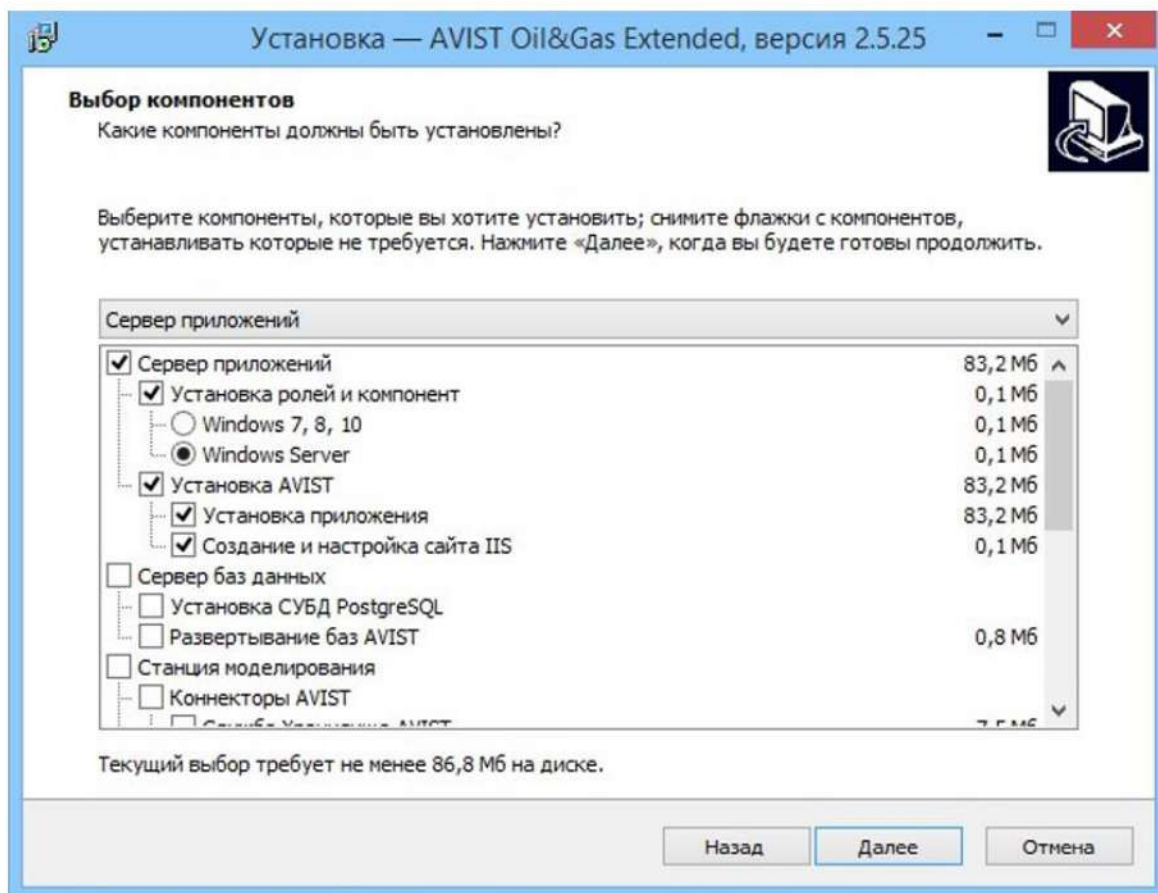

Рисунок 33 - Выбор Сервера приложений
- 5) Выбрать компоненты установки из выпадающего списка – Сервер приложений (Рисунок 33).